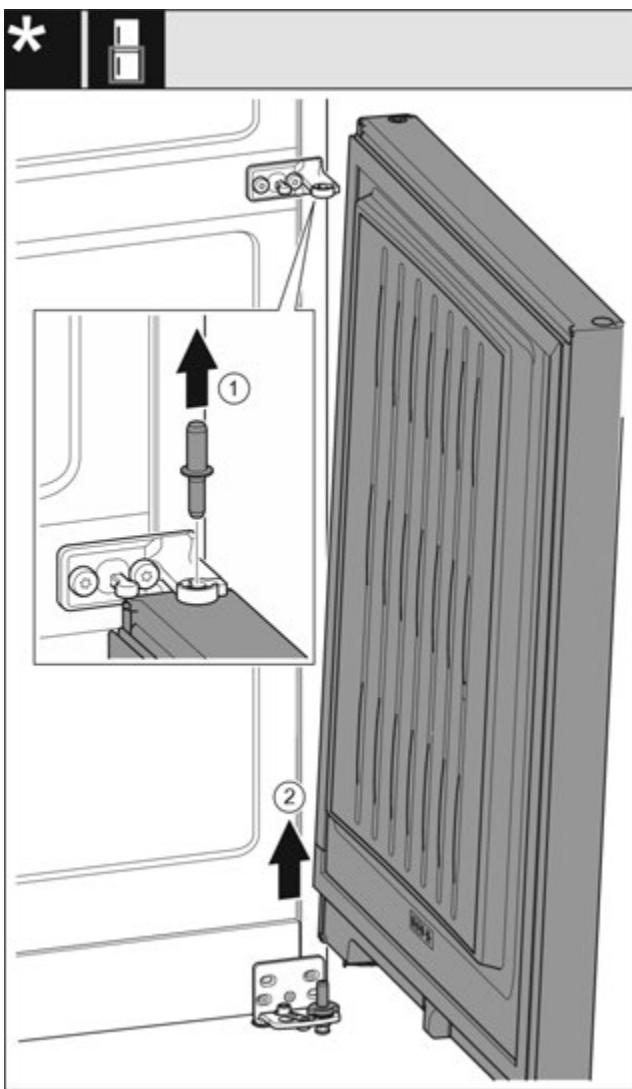

Fig. 8
- Витягніть гвинт догори. Fig. 8 (1)
- Відкрийте дверцята, зніміть рухом вгору та відкладіть убік. Fig. 8 (2)